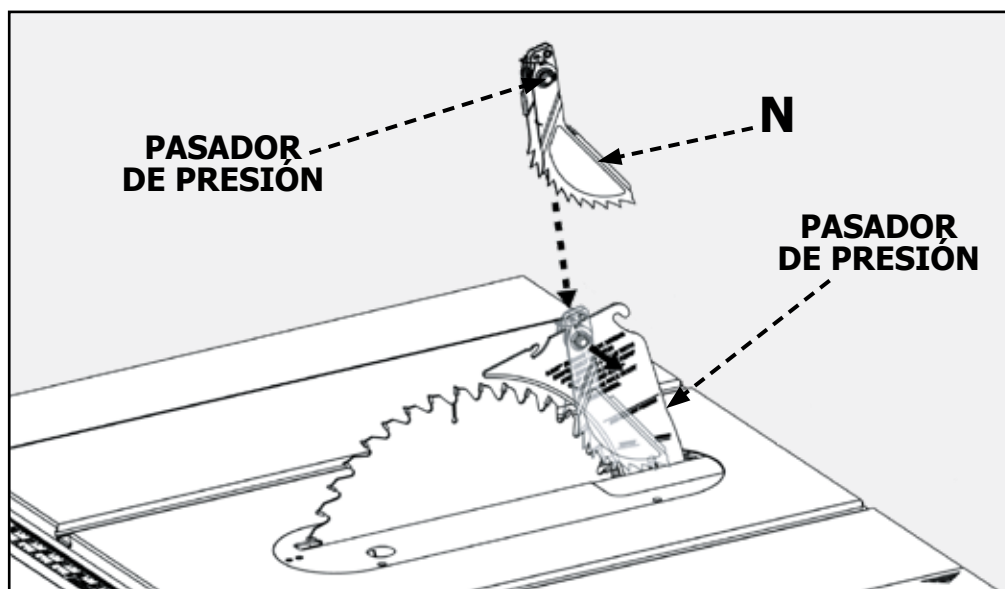

FIGURA 19
1. Consulte la Figura 19 y ubique la ranura de montaje de los trinquetes anti contragolpe (A) en medio del borde superior del separador.
2. Deslice la ranura situada en medio del ensamblaje de los trinquetes anti contragolpe por la parte superior del separador hasta que el vástago (B) encuentre la ranura central en el separador.
3. Empuje el vástago en el ensamblaje de trinquetes anti contragolpe (B) para dejar que el ensamblaje caiga dentro de la ranura. Empuje el ensamblaje de trinquetes anti contragolpe hacia abajo hasta escuchar un chasquido y que quede firme. Suelte el vástago. **NOTA:** Jale los trinquetes anti contragolpe hacia arriba para comprobar que estén correctamente sujetos.